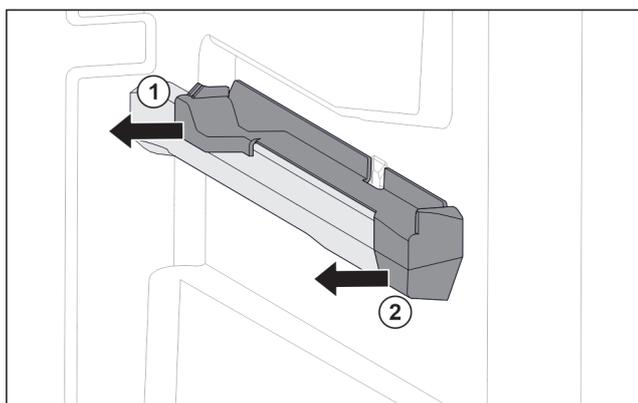

Fig. 74 Élément emboîtable sur la nervure de récipient droite
- Le retirer sur le côté par l'arrière. Fig. 74 (1)
- Le retirer sur le côté par l'avant. Fig. 74 (2)